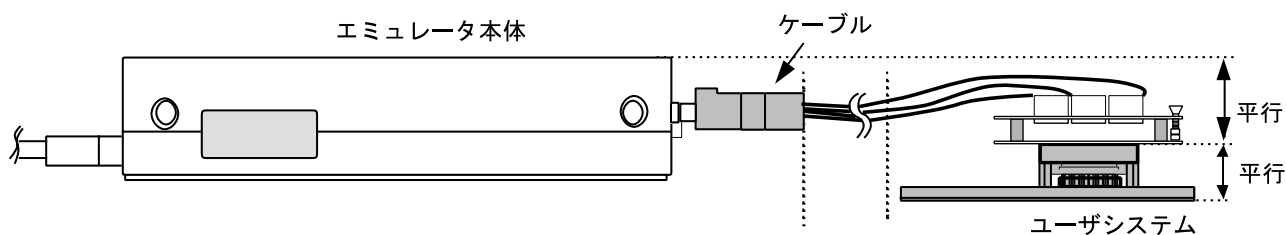

図10 設置例
- (1) ユーザシステムへの接続時には1ピン位置に十分注意して、誤接続は絶対にしないでください。
- (2) 本ユーザシステムインタフェースケーブルを使用する場合の推奨マウントパット寸法は、MCU実装用マウントパット寸法とは異なりますので注意してください。
- (3) 本ユーザシステムインタフェースケーブルは、HS3008EPI60Hエミュレータ専用ですので、他のエミュレータ本体には使用しないでください。
- (4) ケーブル本体部が断線する可能性がありますので、本ユーザシステムインタフェースケーブルの上に重いものや金属等の角の尖ったものを置かないでください。
- (5) ユーザシステムに接続した状態では、ユーザシステムインタフェースケーブル、特にケーブル先端部に無理な力が加わらないように注意する必要があります。図10の設置例を参照してご使用ください。